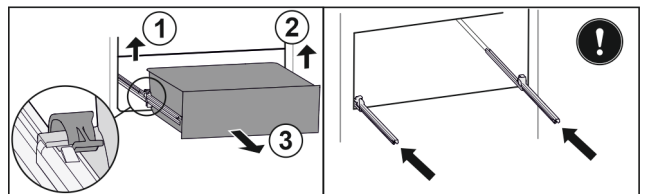

Fig. 96
- ▶ Nosta vasenta pidikettä ja vedä samalla vetolaatikkoa vasemmalta eteenpäin. Fig. 96 (1)
- ▶ Nosta oikeanpuolista pidikettä ja vedä samalla vetolaatikkoa oikealta eteenpäin. Fig. 96 (2)
- ▶ Poista vetolaatikko vetämällä sitä eteenpäin. Fig. 96 (3)